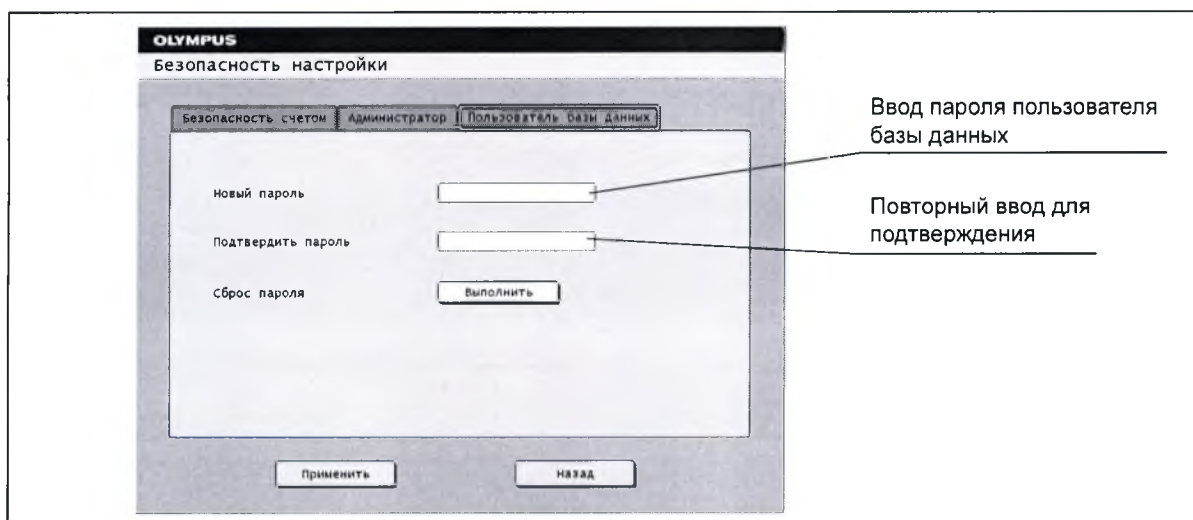

Рисунок 4.30
- 1 Открыв меню Security setup (Настройка безопасности), выберите вкладку [Database user] (Пользователь базы данных). (см. рис. 4.30)